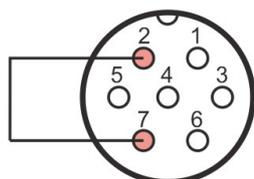

Рисунок 30
- 3) Соединить перемычкой контакты 2 и 7 разъема XP1 (рисунок 30).